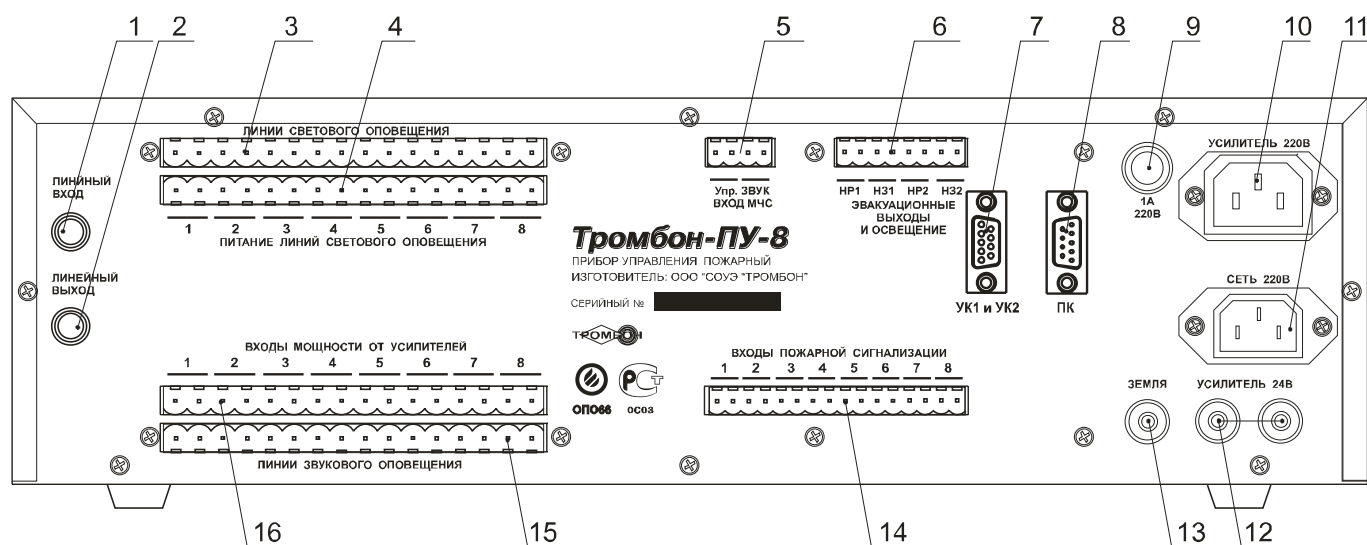

Рис. 2. Прибор управления пожарный, вид со стороны задней панели.
3.10.1. «Входы пожарной сигнализации» (рис. 2, поз. 14).
3.10.2. «Вход МЧС» (рис. 2, поз. 5).
3.10.3. Вход удаленных консолей «УК1 и УК2» (рис. 2, поз. 7).
3.10.4. Вход «ПК» (рис. 2, поз. 8).
3.10.5. «Линейный вход» (рис. 2, поз. 1).
3.10.6. Вход «Сеть 220В» (рис. 2, поз. 11).
3.10.7. Разъем «Питание линий светового оповещения» (рис. 2, поз.4).
3.10.8. Разъем «Входы мощности от УНЧ» (рис. 2, поз.16).
3.11.1. Выход «Линии светового оповещения» (рис. 2, поз. 3).
3.11.2. Выход «Линии звукового оповещения» (рис. 2, поз. 15).
3.11.3. Разъем «Эвакуационные выходы и освещение» (рис. 2, поз. 6).
3.11.4. Разъем «Усилитель 220В» (рис. 2, поз. 11).
3.11.5. Клеммы «Усилитель 24В» (рис. 2, поз. 12).
3.11.6. «Линейный выход» (рис. 2, поз. 2).